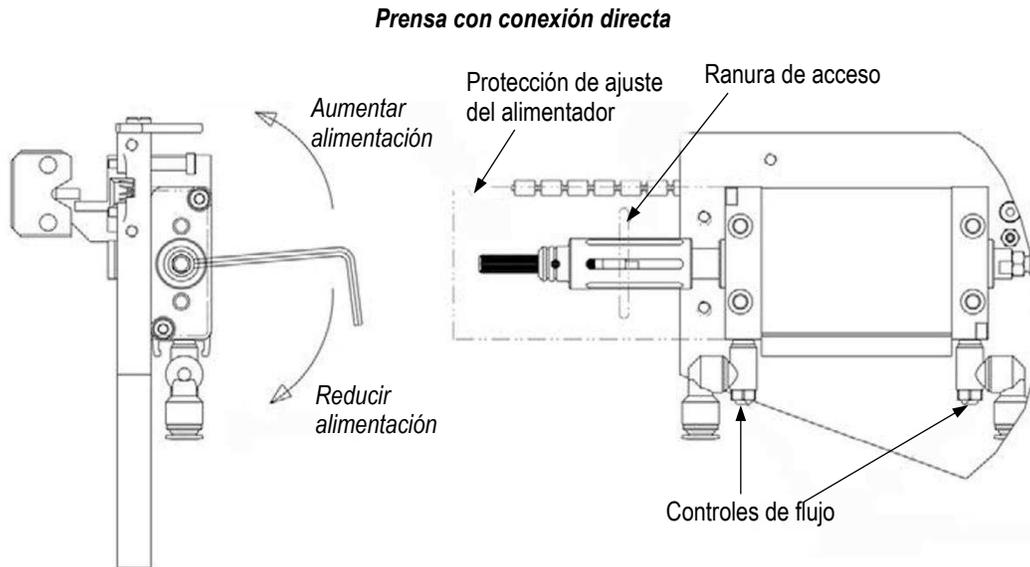

Figura 23
2. Inserte una llave hexagonal de 3 mm o un destornillador de tamaño similar a través de la ranura de acceso de la protección trasera de alimentación, hasta la ranura de la rueda de ajuste. Consulte la Figura 23.
3. Gire la rueda de ajuste en la dirección deseada para aumentar o reducir la distancia de alimentación (Figura 23).